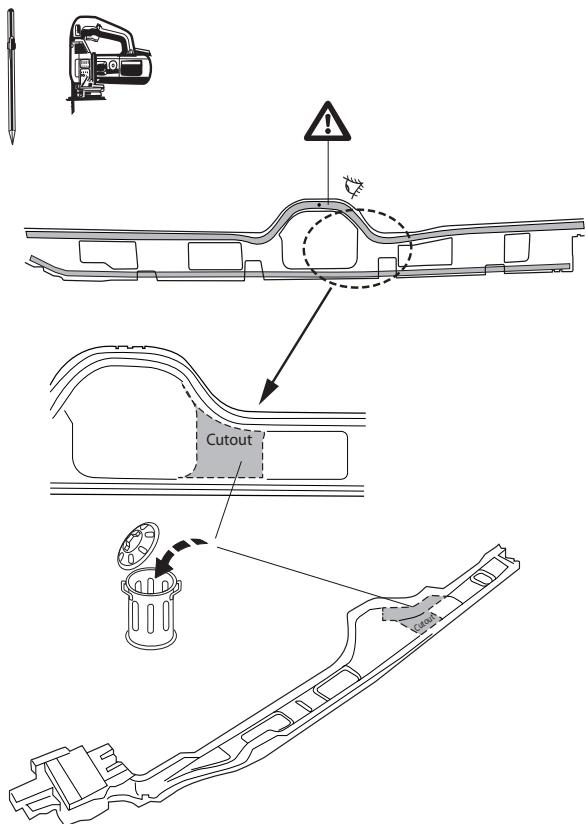

Fig. 2
7. **Если имеется/имеются:** Осторожно! При пиления позаботьтесь о том, чтобы не касаться датчика удара (kick sensor). См. рисунок 2.